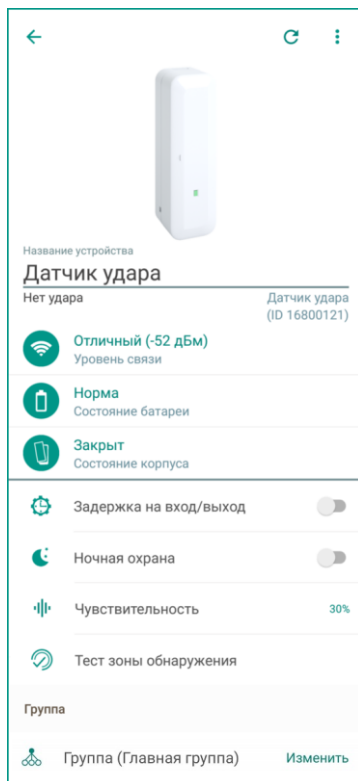

Рисунок 11.1 – Экран настройки датчика
1. В приложении на экране настройки датчика (в строке *Уровень связи*, см. рисунок 11.1).
Текущие параметры работы отображаются на экране настройки датчика (см. рисунок 11.1):
Настройки работы датчика могут быть изменены на экране настройки датчика (см. рисунок 11.1):
- 1) Откройте экран настройки датчика в приложении (см. рисунок 11.1).